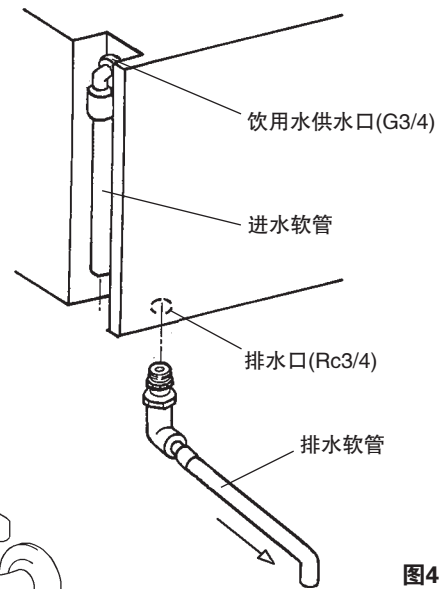

图4
1)如图4所示，将白色挠性进水软管(附件)的弯角端连接到制冰机后方的G3/4管接头上，并确认橡胶密封垫圈已正确就位。用手充分拧紧垫圈，以防止接头漏水。
4)如图4所示，将3/4-3/4螺纹接头和弯头一起连接到制冰机下方的Rc3/4管接头上，并使用P.T.F.E.胶带和/或合适的密封剂密封，以防止接头漏水。